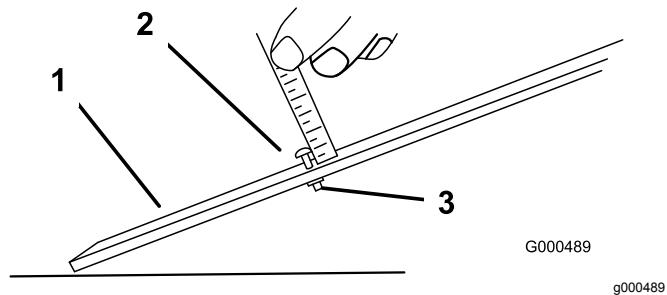

図 11
1. ゲージバーのナットをゆるめ、調整ねじを希望の刈り高に合わせる 図 11